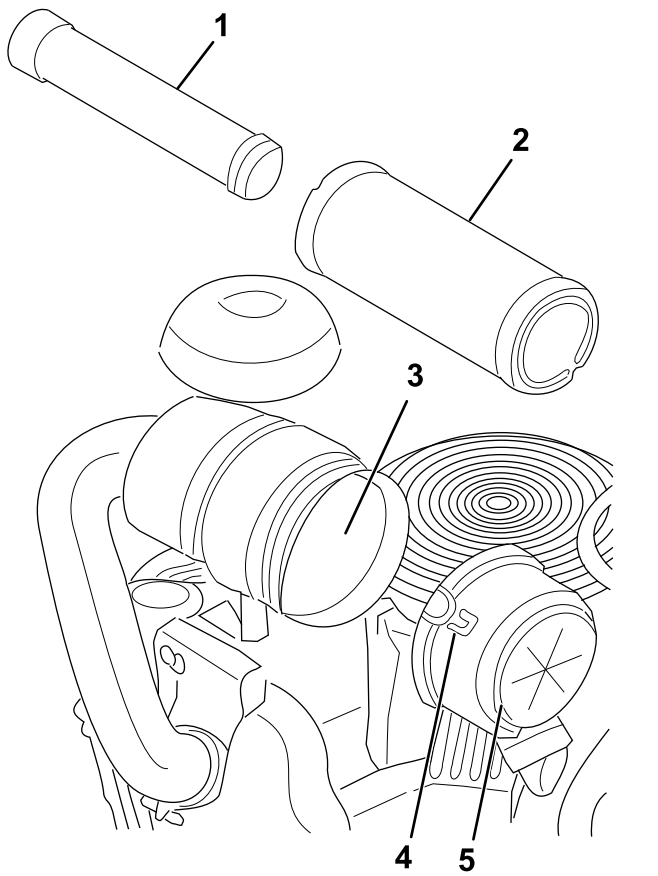

Figura 43
3. Abra los cierres del limpiador de aire y tire de la tapa de la entrada de aire para separarla del cuerpo del limpiador de aire (Figura 43).
- Extraiga con cuidado el filtro primario de la carcasa del limpiador de aire (Figura 43).
- Si va a cambiar el filtro interno, deslícelo cuidadosamente en el cuerpo del filtro (Figura 43).
- Deslice cuidadosamente el filtro primario por encima del filtro de seguridad (Figura 43).
- Instale la tapa del limpiador de aire y fije los cierres (Figura 43).